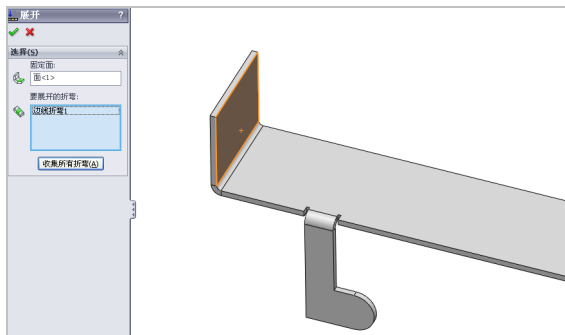

图 13-15 选择相应的面和折弯对象
(1) 单击菜单栏中的【插入】|【钣金】|【展开】命令，弹出【展开】属性管理器，依次选择合适的固定面和边线折弯对象，如图 13-15 所示。